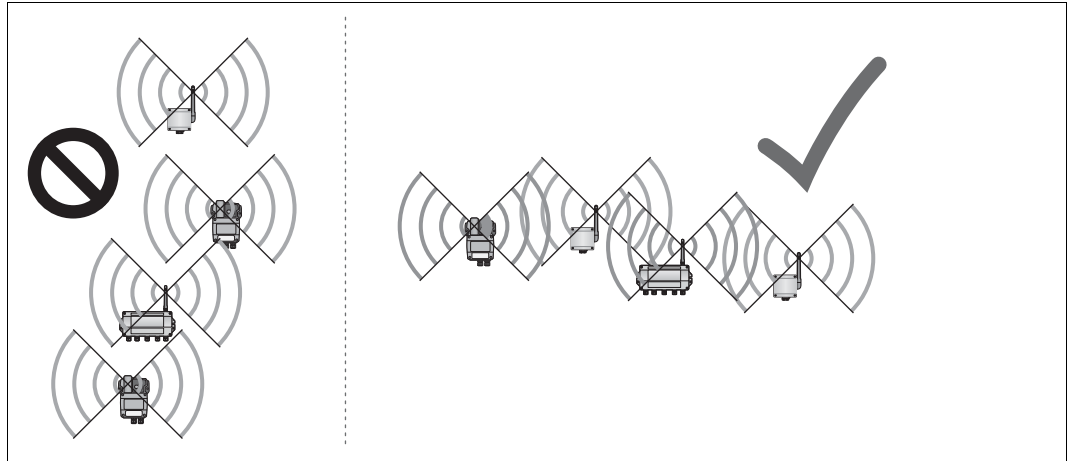

Abbildung 1.2 Schlechte Positionierung (links) und gute Positionierung (rechts)
1. Montieren Sie den Adapter an einem für die Verbreitung des Funksignals geeigneten Standort (siehe Abbildung 1.2 auf Seite 5).
1. Montieren Sie den Temperatur-Messumformer an einem für die Verbreitung des Funksignals geeigneten Standort (siehe Abbildung 1.2 auf Seite 5).